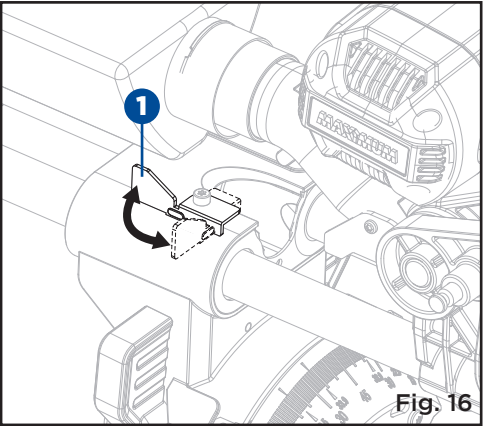

Fig. 16
**BUTÉE DE GLISSIÈRE (FIG. 16)**